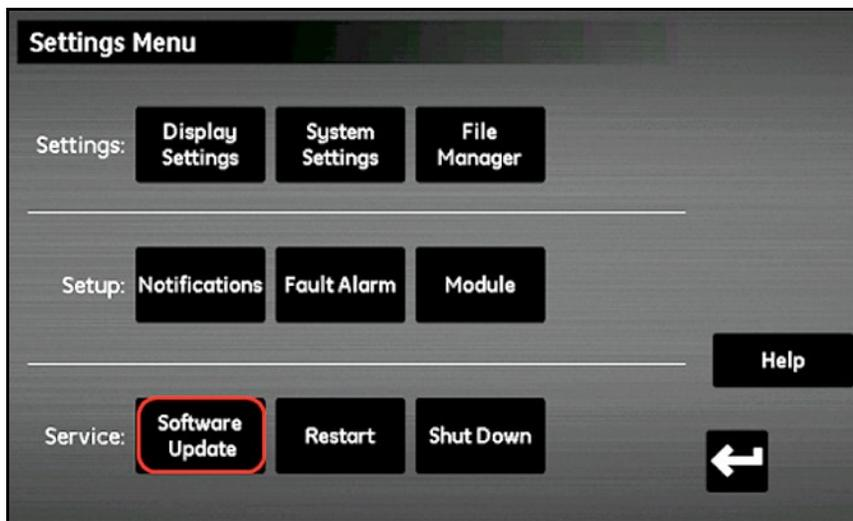

Abbildung 87: Software-Aktualisierung
5. Tippen Sie im Bereich **Wartung** (siehe *Abbildung 87* unten) auf die Schaltfläche **Software-Aktualisierung**. Wenn die Schaltfläche **Software-Aktualisierung** ausgegraut ist, vergewissern Sie sich, dass der USB-Speicherstick ordnungsgemäß in den USB-Anschluss eingesteckt ist.